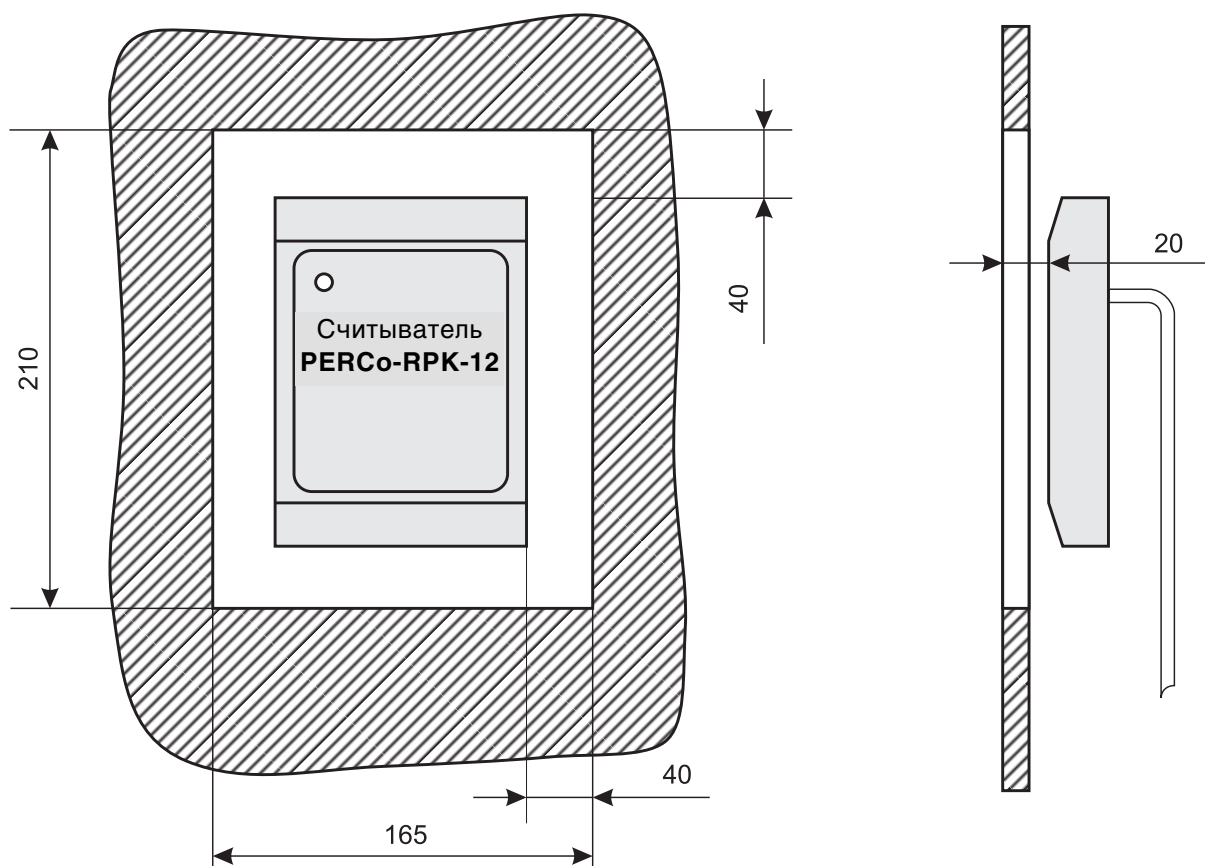

Рис. 3 Установка считывателя за металлической поверхностью
- при установке считывателя за металлической поверхностью, в ней необходимо вырезать окно, напротив которого, равноудаленно от краев окна, и устанавливается считыватель (см. рис. 3), при этом размеры окна должны быть не менее 210x165 мм. Само окно может быть закрыто неметаллической вставкой (например из пластмассы), а считыватель может быть утоплен вглубь окна на расстояние не более 2 см от внешней стороны металлической поверхности — дальность считывания кода при таком способе монтажа считывателя уменьшается на 30-50%;